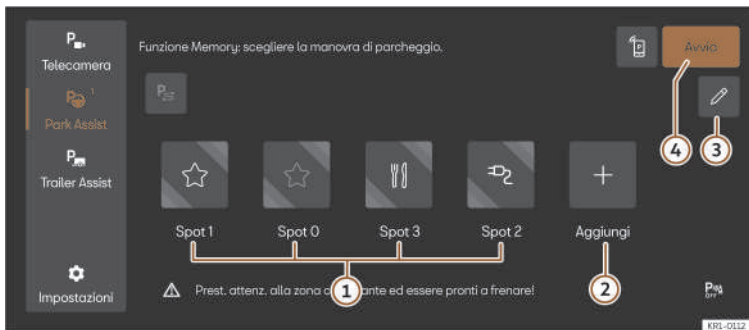

Fig. 142 Rappresentazione schematica: menu del sistema di parcheggio con funzione memoria.
4. Selezionare il tasto di funzione, assegnare il simbolo desiderato (>>> **fig. 142 ①**) e confermare.
2. Se necessario, premere l'icona del parcheggio disponibile nel menu del sistema di parcheggio >>> **fig. 142** ①. Il tasto di funzione sarà di colore rame.
3. Premere il tasto **Avvia** >>> **fig. 142** ④.